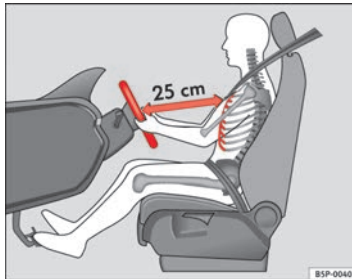

Abb. 1 Der richtige Abstand des Fahrers zum Lenkrad
- Stellen Sie das Lenkrad so ein, dass der Abstand zwischen Lenkrad und Brustkorb mindestens 25 cm beträgt ⇒ Abb. 1.
- Stellen Sie den Fahrersitz so ein, dass zwischen Ihrem Brustkorb und der Lenkradmitte ein Abstand von mindestens 25 cm vorhanden ist ⇒ **Abb. 1**. Sitzen Sie näher als 25 cm, kann Sie das Airbag-System nicht richtig schützen.